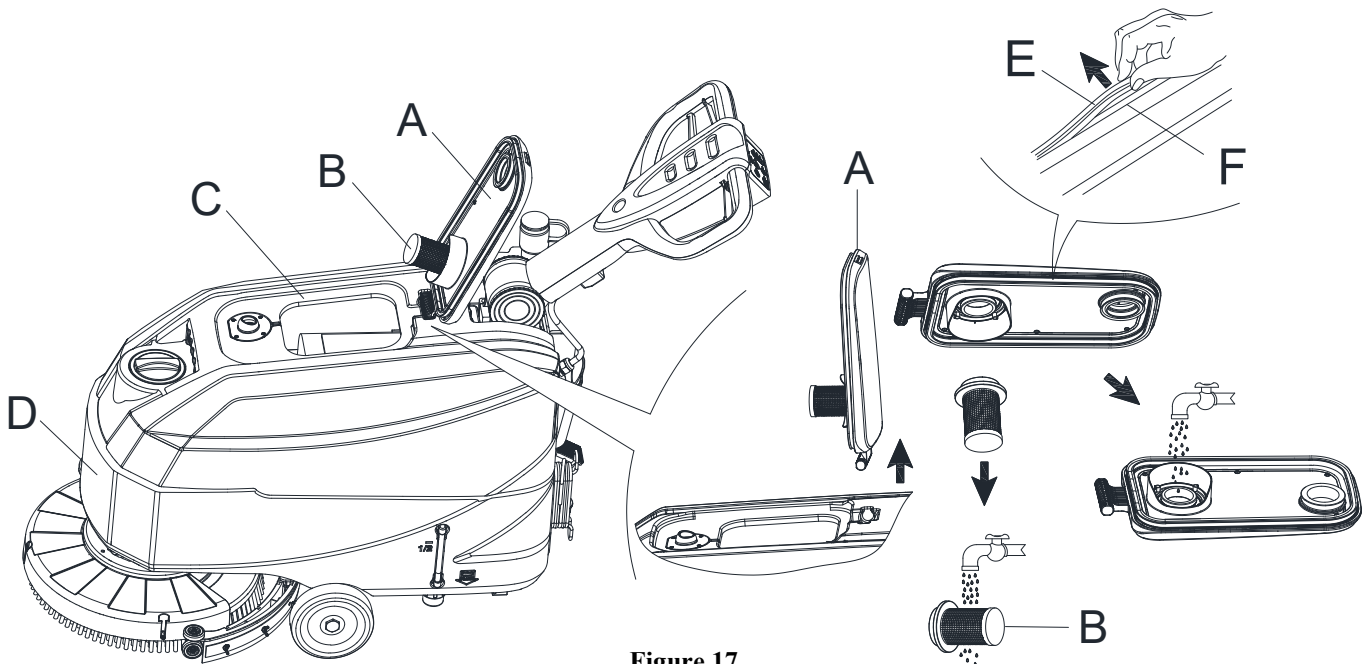

Figure 17
3. Tournez le couvercle du réservoir de récupération (A, Figure 17) de 90 degrés pour le retirer, puis retirez le filtre à bille de flottement (B) du couvercle du réservoir de récupération.
5. Installez le filtre à bille de flottement (B) et le couvercle du réservoir de récupération (A).
**La bande d'étanchéité du réservoir (E) produit l'aspiration à l'intérieur du réservoir lorsque le moteur d'aspiration fonctionne. Le réservoir doit être hermétique pour pouvoir absorber efficacement l'eau du sol vers le réservoir de récupération.**
7. Vérifiez si la surface de contact de la bande d'étanchéité (E) est intègre et si l'étanchéité est suffisante. Si nécessaire, sortez de la rainure (H) la bande d'étanchéité du réservoir et remplacez-la. Montez la nouvelle bande d'étanchéité comme illustré à la (Figure 17), le joint doit se trouver dans la zone centrale.
8. Fermer le couvercle du réservoir de récupération (A).